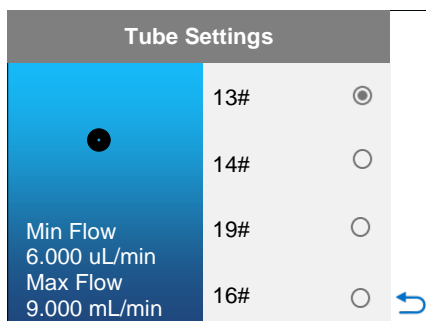

Abbildung 26: Schlauchauswahl
- **Tube Settings (Schlaucheinstellungen)** : Wählen Sie die passende Schlauchgröße für den ausgewählten Pumpenkopf aus. Wischen Sie nach oben und unten, um die verfügbaren Optionen im Menü anzuzeigen, siehe Abbildung 26.